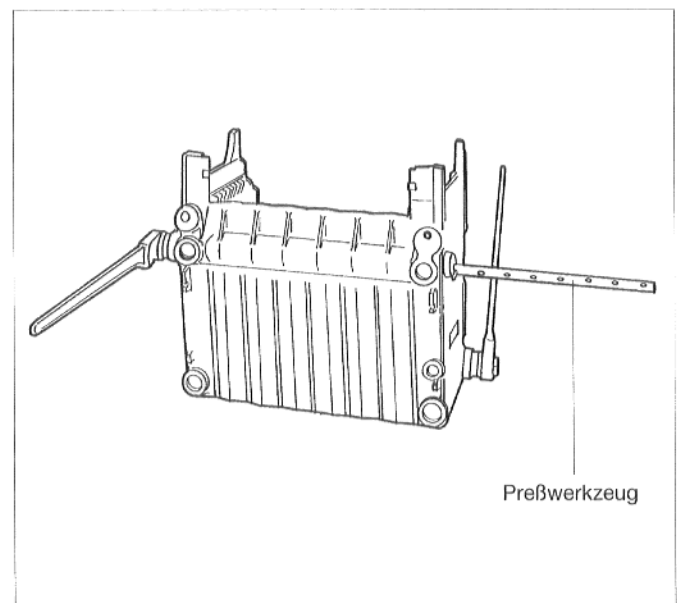

Abb. 5
- Alle weiteren Mittelglieder und das rechte Endglied in derselben Weise zusammennippeln (Abb. 5).